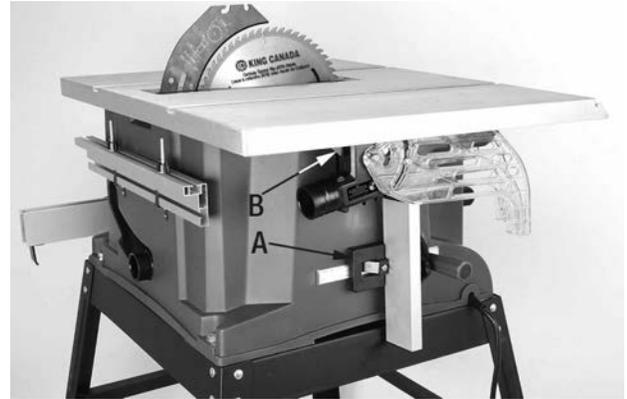

FIGURE 22
La zone d'entreposage du guide à refendre et du poussoir est illustrée à (C) Fig.21. La zone d'entreposage du guide en aluminium est illustrée à (D) Fig.21. Voir Fig.22 pour les zones d'entreposage restantes.
La zone d'entreposage du guide à onglets est illustrée à (A) Fig.22. La zone d'entreposage du protège-lame est illustrée à (B) Fig.22.